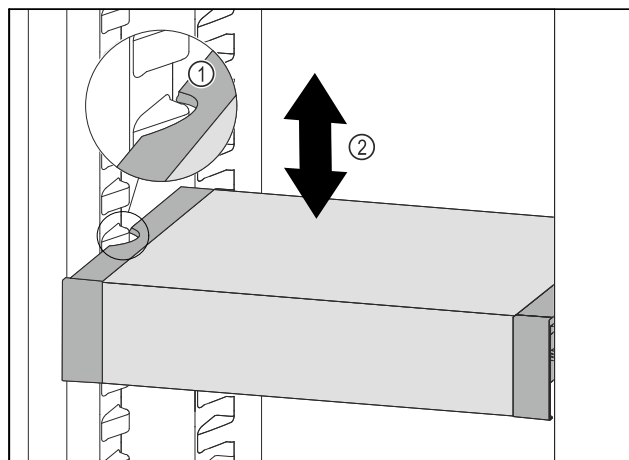

Fig. 111
- VarioSafe ťahajte dopredu, dokým sa bočné vybrania VarioSafe nebudú nachádzať vo výške rebra nádoby v chladničke. Fig. 111 (1)
- VarioSafe v chladničke presúvajte nahor alebo nadol, dokým sa dosiahne požadovaná výška. Fig. 111 (2)